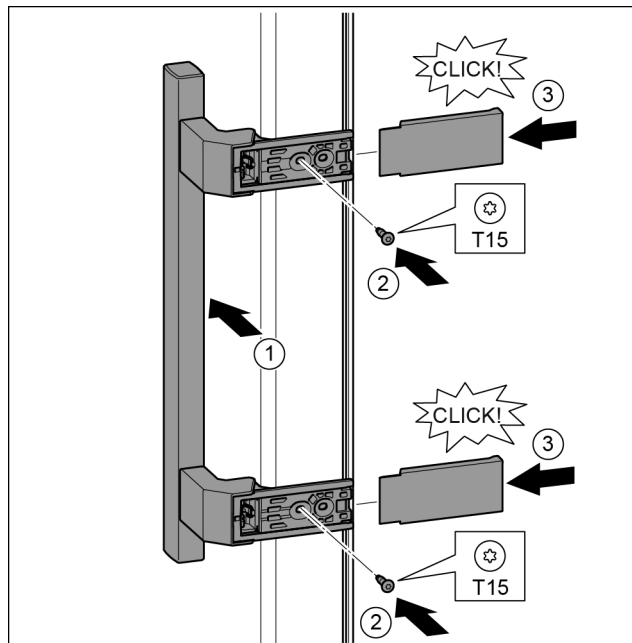

Fig. 34
- Griff auf der Gegenseite ansetzen. Fig. 34 (1)
- Schrauben mit Schraubendreher T15 festschrauben. Fig. 34 (2)
- Abdeckungen seitlich ansetzen und aufschieben. Fig. 34 (3)